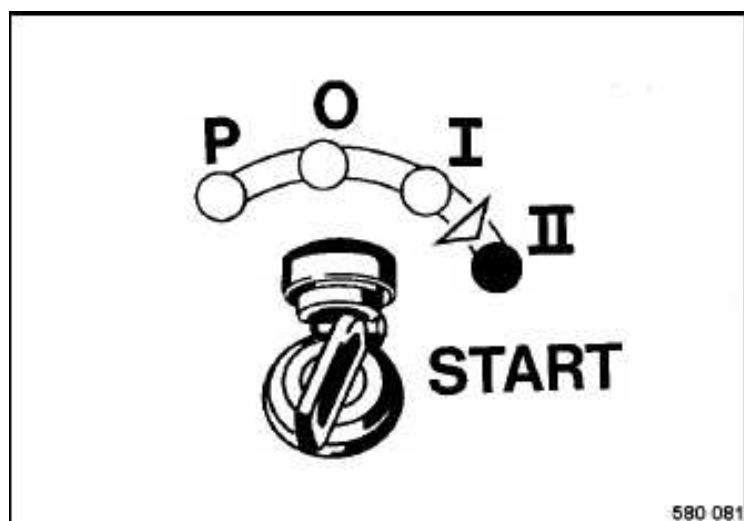

Fig. 76
- Girar la llave de encendido (Fig. 76) a posición „II“, arranque del motor.